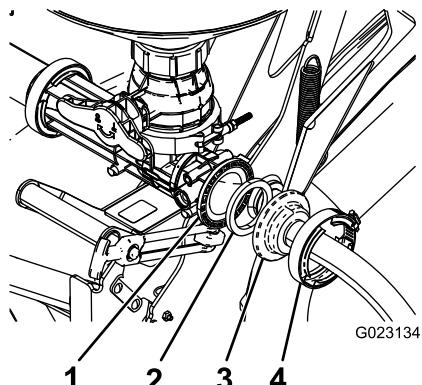

Bild 20
4. Befestigen Sie das Ende des Zulaufschlauchs ohne Schott mit einer Dichtung und einer Schlauchklemme an der hinteren Öffnung des Ejektorventils (Bild 20).